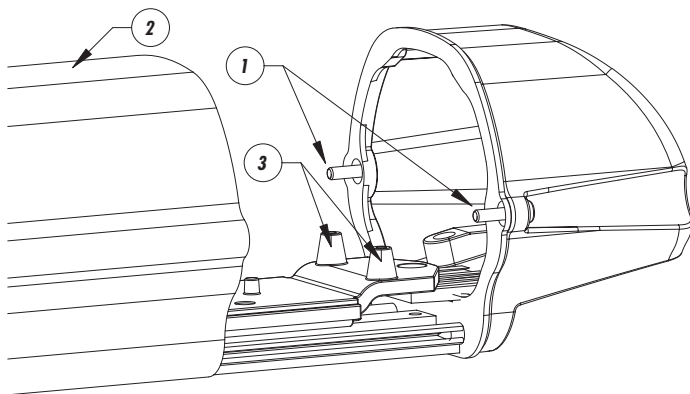

Fig. 1
3. Den Lüfter mit den mitgelieferten Schrauben (12) mit nach innen gerichtetem Luftfluß am Boden befestigen (11). Normalerweise sind die Böden, die für den Einbau des Lüfters vorgesehen sind, mit einem Luftzufuhr-Filter, anstatt eines der drei M16- Kabelschellen, ausgestattet.
4. Die gedruckte Schaltung an der auf dem Schlitten vorgesehenen Stelle (3) in der Nähe der Rückwand befestigen (Fig. 1).